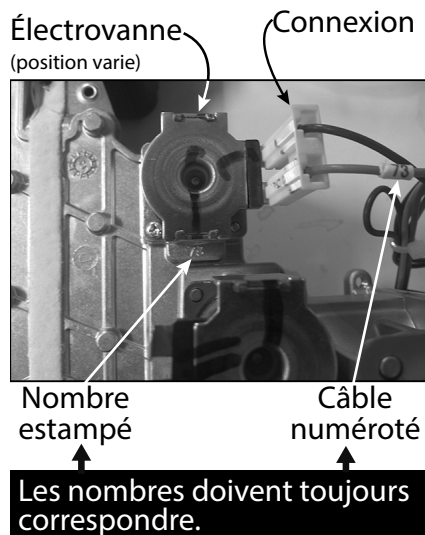

Figure 6 Câblage, commande du gaz
- Si l'appareil a été récemment entretenu et que l'électrovanne de gaz a dû être retirée, assurez-vous du bon raccordement de tous les câbles. Assurez-vous que le nombre étampé dans le métal correspond au nombre imprimé sur l'étiquette de chaque câble. Voir Figure 6.
- sur l'étiquette de chaque câble. Voir Figure 6, page 17.
2. Assurez-vous du bon raccordement des câbles aux électrovannes de gaz. Assurez-vous que le nombre estampé dans le métal correspond au nombre imprimé sur l'étiquette de chaque câble. Voir Figure 6 à la page 17.